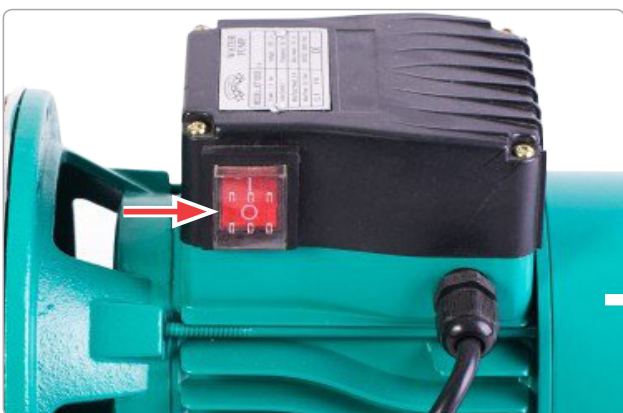

Fig.8
- Pompa este prevăzută cu comutator. Utilizați intrerupătorul pentru pornite/oprire.(Fig.8)